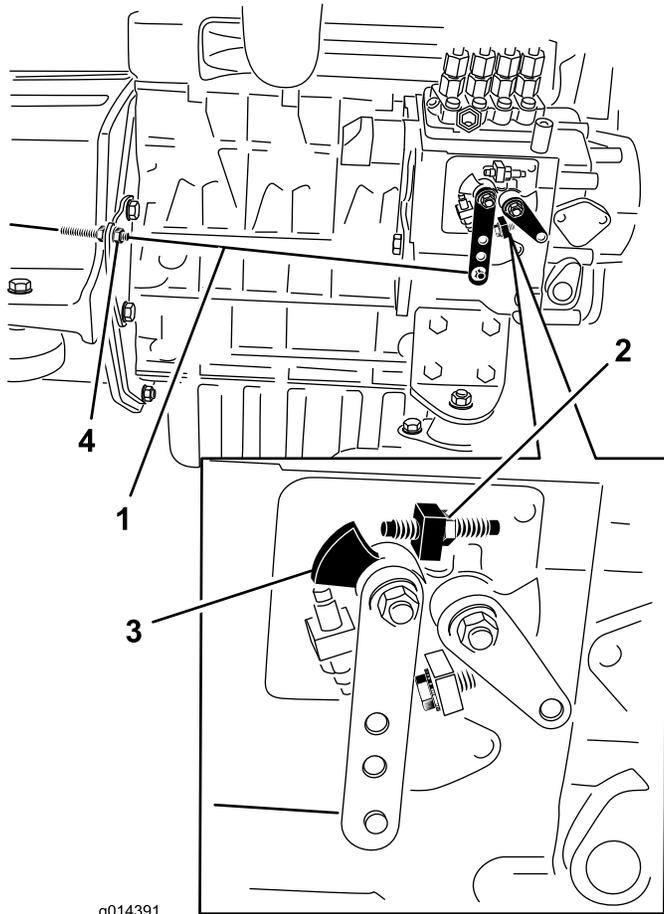

Bild 28
2. Überprüfen Sie die Stellung des Fahrgeschwindigkeitshebels auf der Einspritzpumpe für den Motorkraftstoff. Der Fahrgeschwindigkeitshebel sollte die Volllasteinstellschraube berühren, wenn sich der Gasbedienungshebel in der Leerlaufstellung „SCHNELL“ befindet (Bild 28).
3. Bei Bedarf kann die Position der Kabelklemmmuttern des Gasbedienungshebels angepasst werden, so dass der Fahrtriebshebel die Volllasteinstellschraube berührt, wenn sich der Gasbedienungshebel in der Leerlaufstellung „SCHNELL“ befindet (Bild 28).